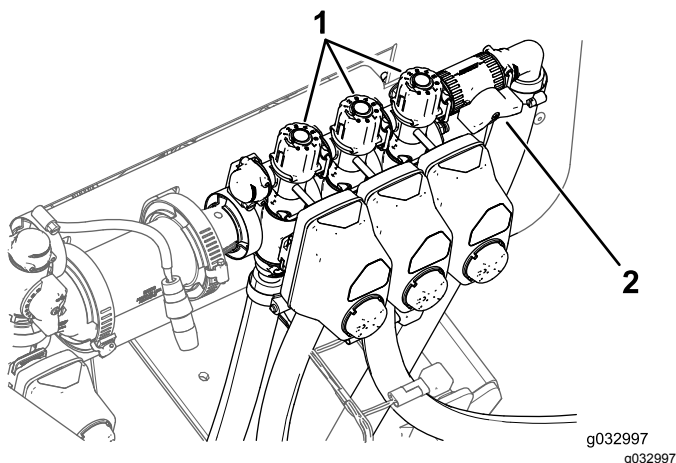

Figure 46
9. Désactivez la rampe gauche et réglez le bouton de dérivation des rampes (Figure 46) jusqu'à ce que la pression revienne au niveau précédent.
11. Réglez le bouton de dérivation de rampe droite (Figure 46) jusqu'à ce que la pression revienne au niveau précédent.
13. Réglez le bouton de dérivation de rampe centrale (Figure 46) jusqu'à ce que la pression revienne au niveau précédent.